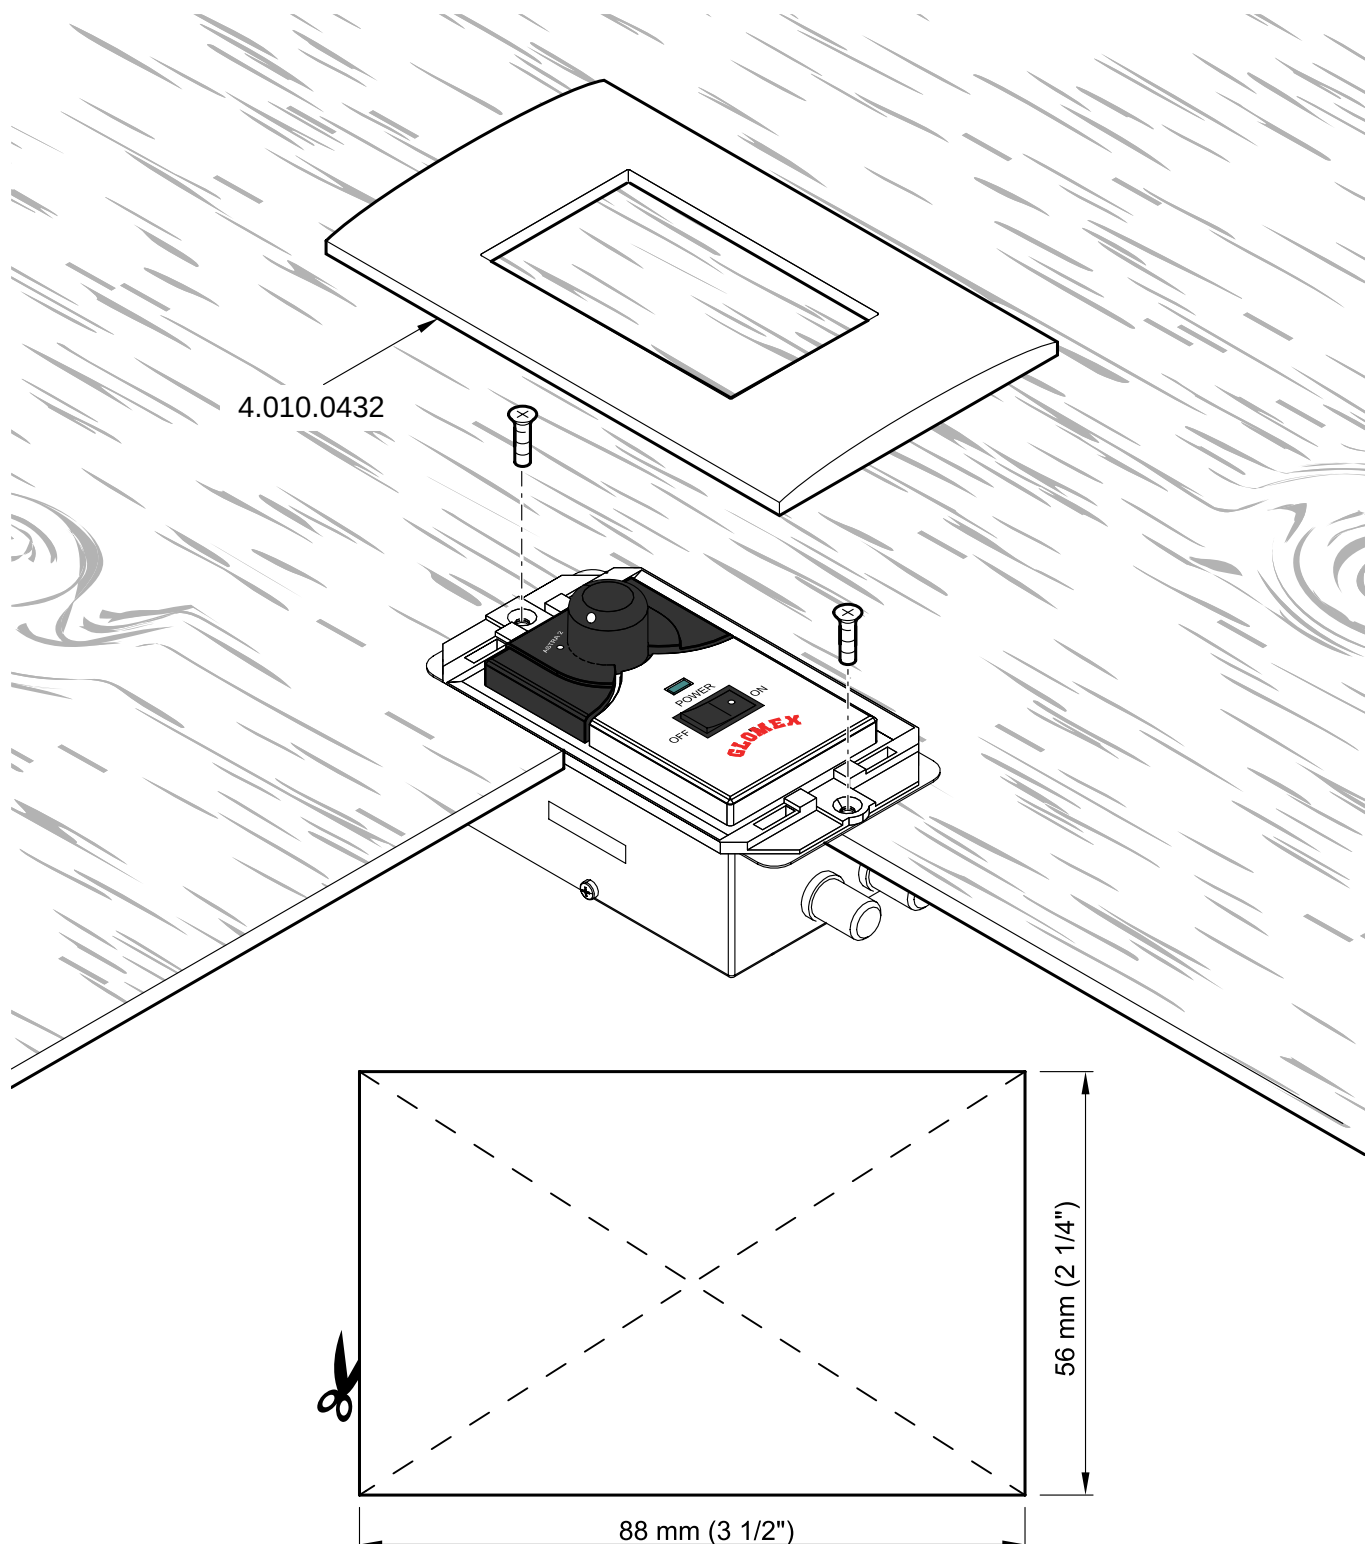

Fig. 20
7. Como alternativa, es posible integrar la unidad de control mediante placas comerciales (placas de 3 módulos) o el accesorio GLOMEX (no incluido: código 4.010.0432, ver **Fig. 20**) perforando un orificio con una sierra y utilizando el taladro con punta de 2,5 mm (utilice el patrón en la siguiente página para obtener las dimensiones correctas).